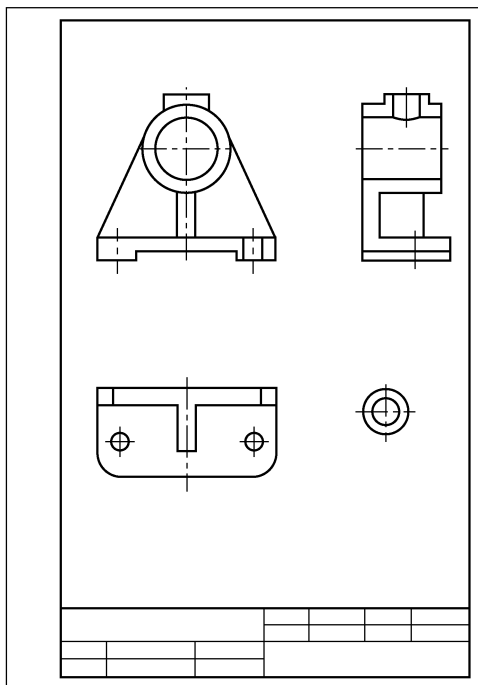

图3-16 A4 图框
Step 7 移动图框：调用菜单栏“修改”→“移动”命令，将 A4 图框移动到合适位置。绘制、缩放、移动 A4 图框，如图3-16所示。